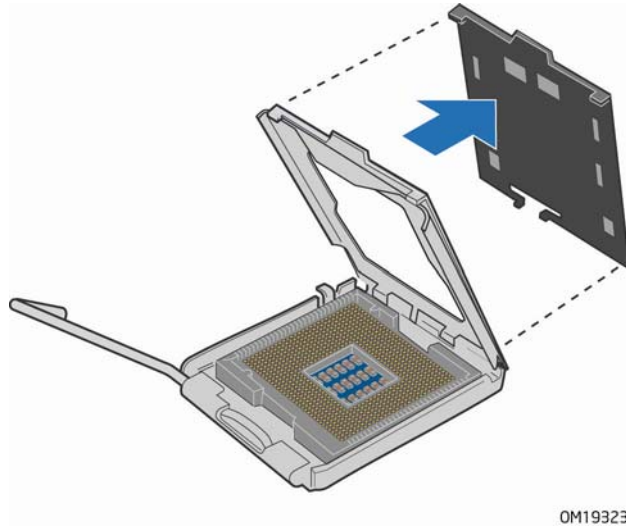

图 8. 拆下插座保护罩
4. 从压板上取下插座的塑料保护罩（参见图 8）。请勿将插座保护罩丢弃。每当从插座中拆除处理器后，应将插座保护罩重新盖好。